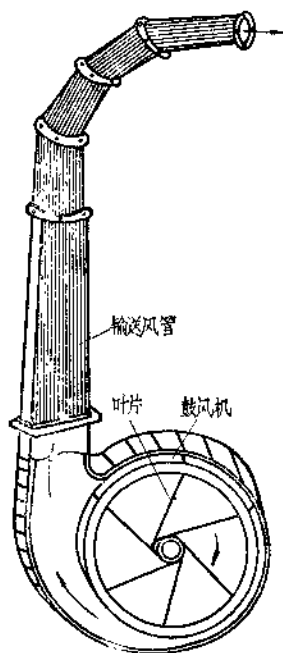

图4 輸送部分
(3) 輸送部分(图4) 輸送部分是由鼓风机和輸送管組成，鼓风机是用鋼板做成，裝在主軸的另一端。在鼓风机內裝有六片叶片，受主軸帶动旋轉时，即产生风力，將粉碎物吸入由輸送